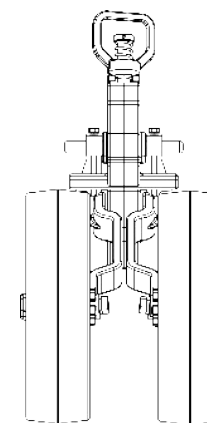

Figuras 41
- 1- Solte os parafusos e arruelas (1), retire a roda (2), ajuste o ponto de regulagem da roda (3) na regulagem do eixo do suporte da roda (4), depois, fixe novamente a roda (2) com as arruelas e parafusos (1), **conforme mostra as figuras 41.**